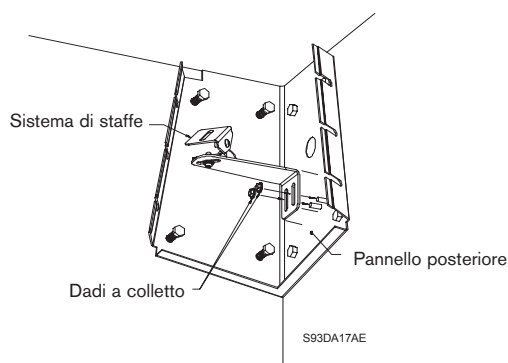

Figura 9: Fissaggio del sistema di staffe
1. Fissare nuovamente il sistema di staffe della telecamera al pannello posteriore tramite due dadi a colletto da 6 mm. Vedere Figura 9.